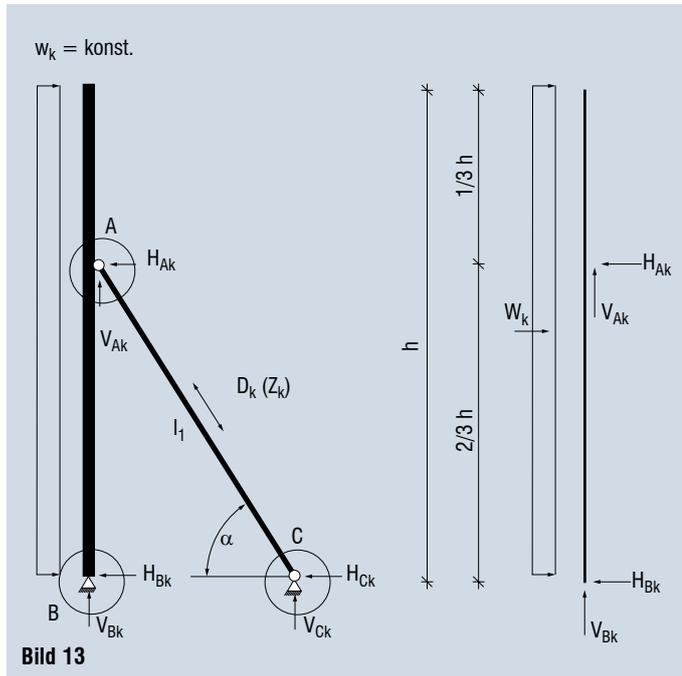

Bild 13
- Für eine vollständige Bemessung sind die Nachweise der Schrägstütze selbst, die Tragfähigkeit der angeschlossenen Elemente und die Sicherung gegen Verschiebung des Betonelementfußpunktes (Punkt B in Bild 13) ergänzend zu erstellen. Ebenso wurde die Bemessung unter der Annahme, dass keine lasterhöhenden Einflüsse aus der Geometrie der Schrägstützenfüße entstehen, durchgeführt.